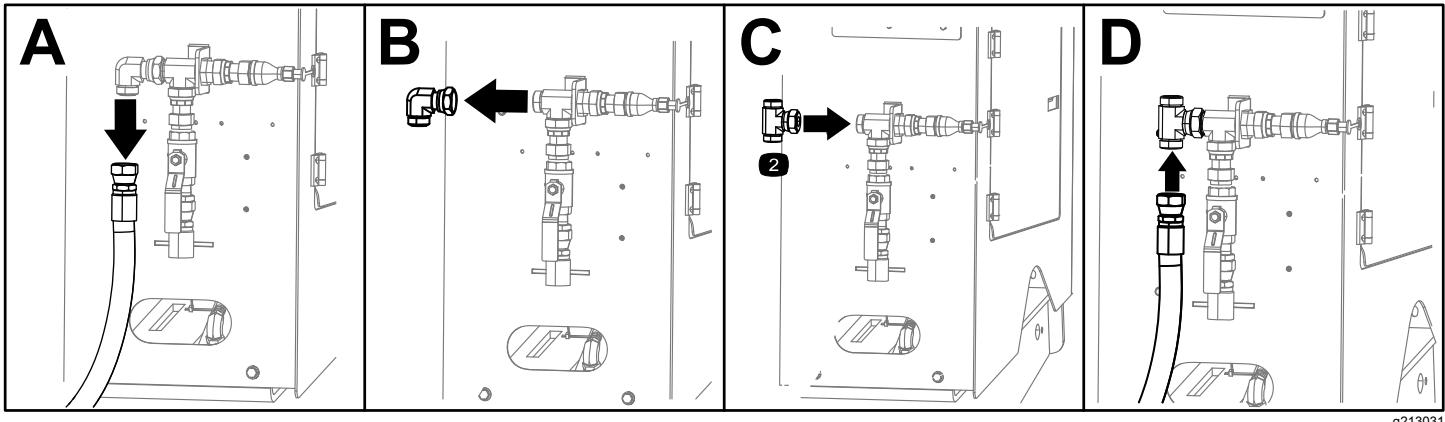
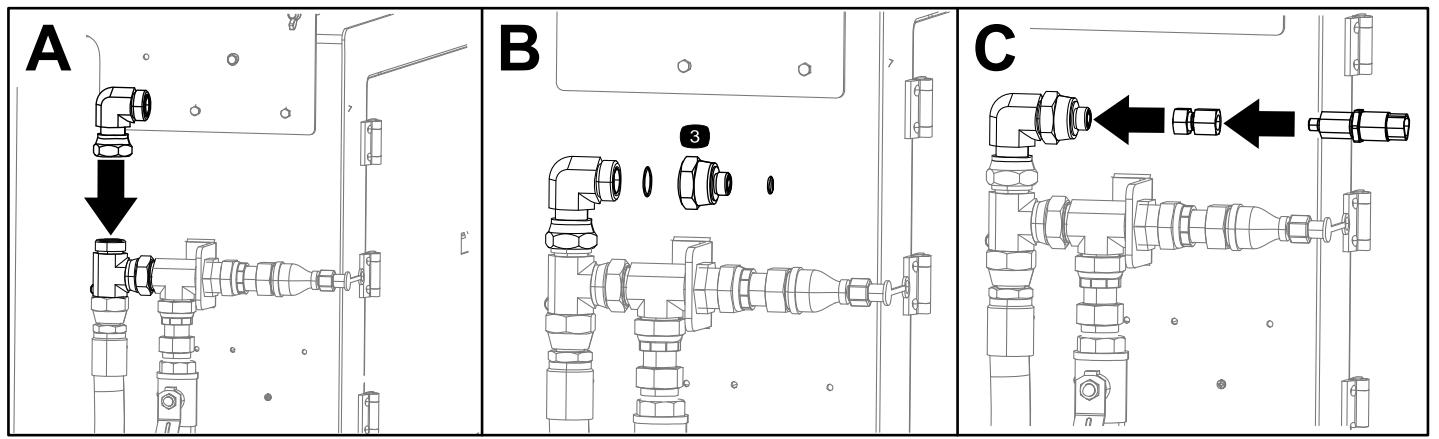

Figure 10
Figure 11
- Débranchez le flexible du raccord sur l'assemblage soudé de contrôle arrière (encadré A de la Figure 10).
- Retirez le raccord de l'assemblage soudé de contrôle arrière (encadré B de la Figure 10).
- Posez le raccord en T sur l'assemblage soudé de contrôle arrière (encadré C de la Figure 10).
- Remettez le flexible sur le raccord en T (encadré D de la Figure 10).
- Remettez le raccord retiré à l'étape 2, montré à l'encadré B de la Figure 10 (encadré A de la Figure 11).
- Installez le réducteur et les joints toriques (encadré B de la Figure 11).
- Remettez l'ensemble transducteur retiré à l'étape 3 de la section Débranchement du transducteur (page 5) (encadré C de la Figure 11).